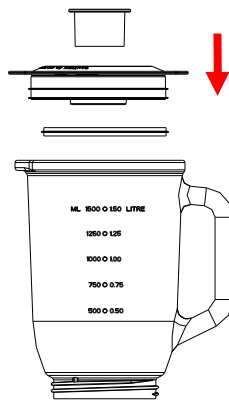

Fig.4
- 3.2 Vuelva a colocar el vaso en su posición correcta. Encaje la segunda junta de silicona en la base de la tapa y colóquela en la jarra. Coloque el vaso medidor en la jarra ajustándolo en el hueco. (Fig 4)